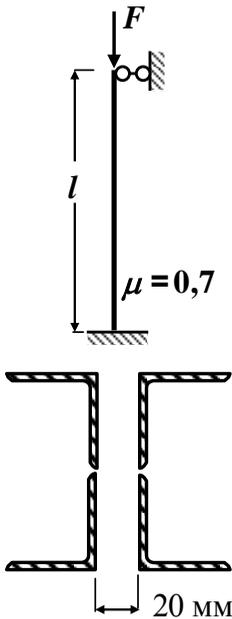

Рис.4
1. Подобрать сечение стального стержня, составленного из прокатных профилей (рис. 4), из условия устойчивости при допустимом нормальном напряжении на сжатие  $[\sigma] = 160 \text{ МПа}$ .